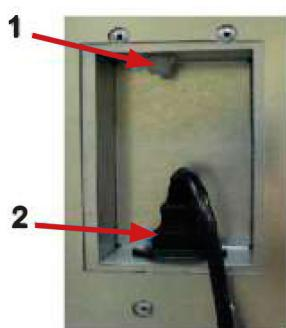

Рисунок 7
1. Разъём CAN BUS для подключения SLAVE-автоматов моделей Foodbox Slave или Foodbox Slave Long, разъём подключения шнура электропитания автомата (см.рис.7).